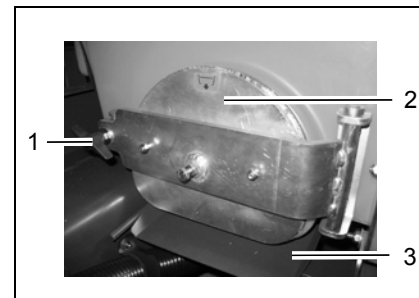

Abb. 27
4. Ablaufblech (Abb. 27/3) herausziehen.
5. Klappenverschluss lösen: Flügelmutter (Abb. 27/1) nach links drehen.
6. Reinigungsklappe (Abb. 27/2) öffnen.